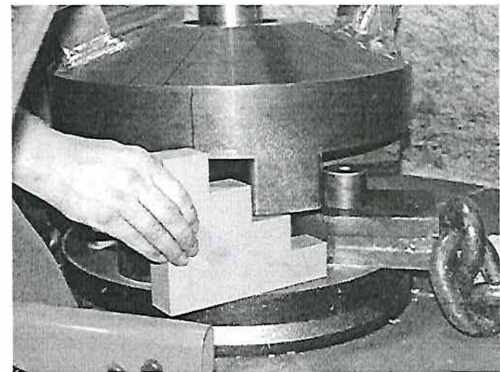

Рис. 17: Ступенчатая опора
17. Работая ручным насосом, выдвиньте цилиндр съемника до упора – при этом поднимается верхняя часть цепной головки (Рис. 17). Подложив ступенчатую опору, зафиксируйте верхнюю часть цепной головки от опускания.